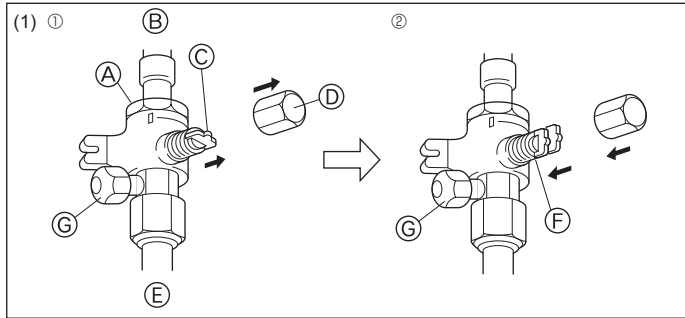
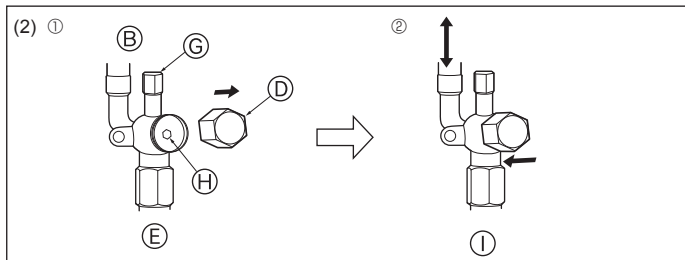

Fig. 4-12
Fig. 4-13
(1) Gaz tarafı (Fig. 4-12)
① Kapağı çıkarın, kolu kendinize doğru çekip saat yönünün tersine 1/4 devir çevirerek açın.
② Stop valfinin tamamen açık olduğundan emin olun, kolu içeri itin ve başlığı çevirerek tekrar ilk konumuna getirin.
(2) Sıvı tarafı (Fig. 4-13)
① Başlığı çıkarın ve 4 mm'lik bir altıgen somun anahtarıyla vana çubuğunu gidebileceği yere kadar saat yönünün tersine döndürün. Tampona dayanınca döndürmeye son verin.